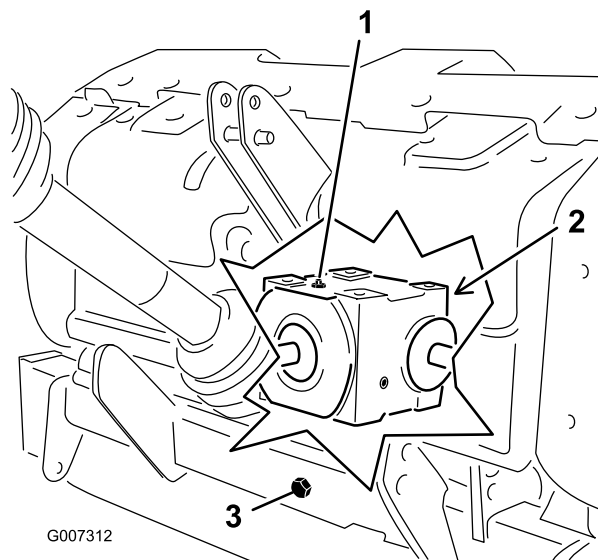

Figura 31
2. Remova o tampão de verificação da caixa de velocidades (Figura 31).
3. Certifique-se de que o nível do óleo se situa pela base do orifício do tampão de verificação na caixa de velocidades (Figura 31).
- Elimine os detritos do tampão de enchimento e do tampão de escoamento para evitar contaminação (Figura 31).